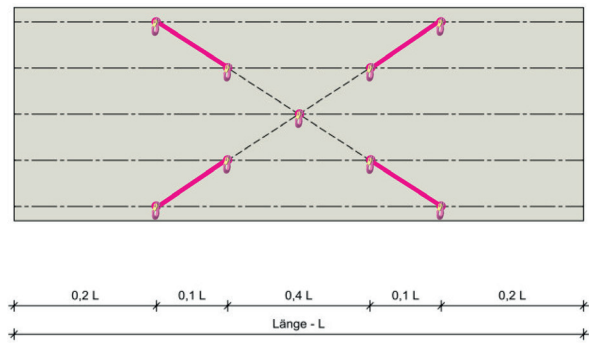

Abb. 6: Symmetrisches Einhängen der VCGH-Haken
- Berücksichtigen Sie beim Anschlag folgende symmetrische Anordnung/Position der 8 VCGH-Haken an den Gitterträgern (siehe Abb. 6).